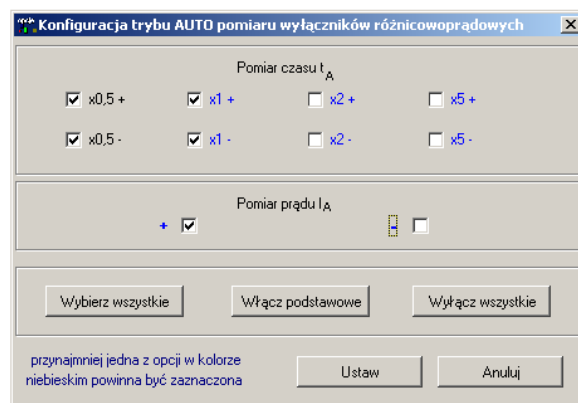

Рис.50 Выбор параметров измерения
- Определить поля выбора параметров, которые подлежат измерению (Рис.50);